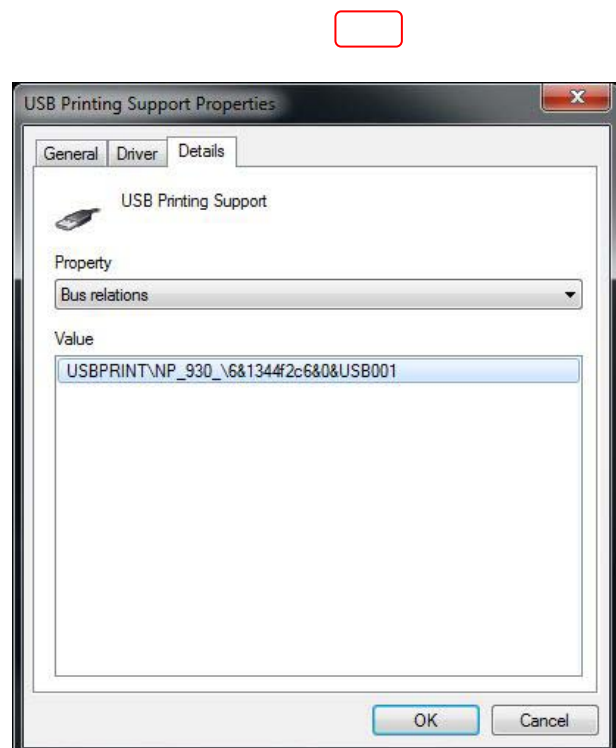

Abbildung 75: Geräteeigenschaften - Details
- In dem Eintrag bei "Wert" wird die Nummer des USB Anschlusses gezeigt. In dem Beispiel in Abbildung 75 ist die Nummer des USB Anschlusses „USB001“.